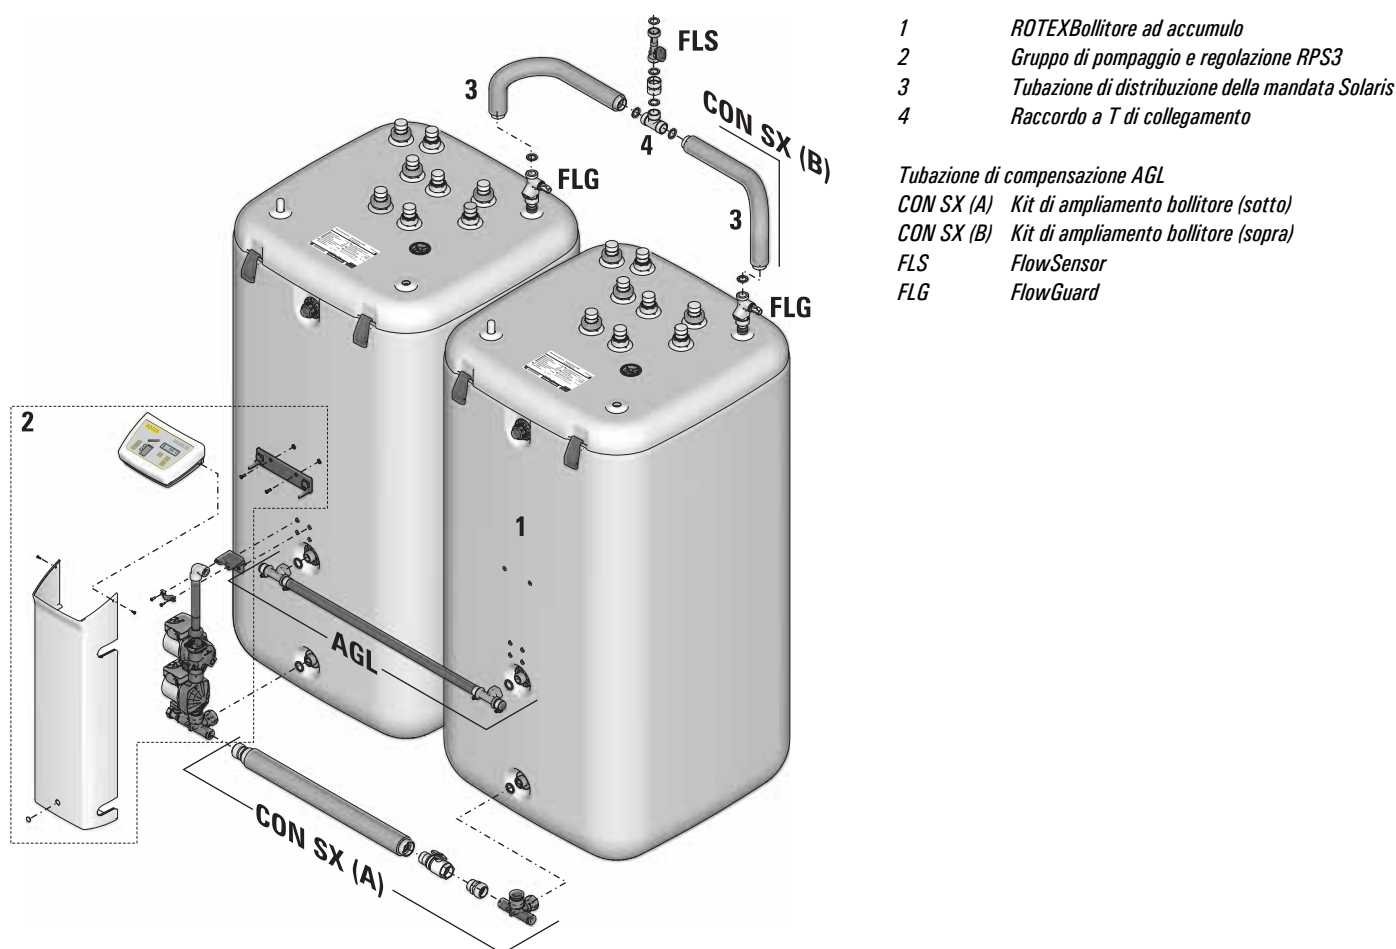

Figura 3-39 Montaggio dell'ampliamento bollitore per 2 bollitori ad accumulo (nella figura, 2 Sanicube Solaris)
11. Montare le tubazioni di distribuzione della mandata a sinistra e a destra del raccordo a T di collegamento (Figura 3-39, voci 3 + 4).